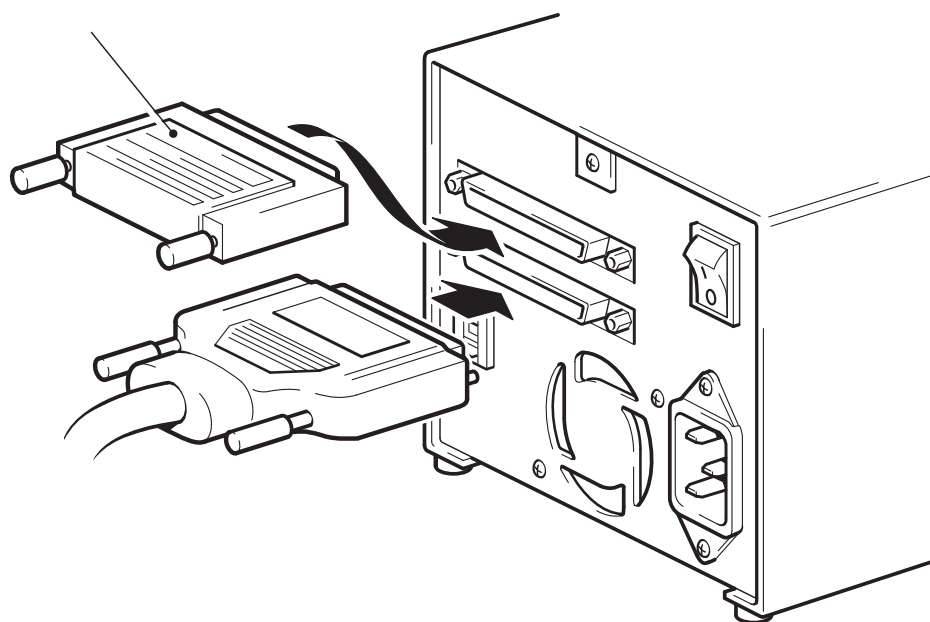

Figura 5: conexión del cable SCSI
- 4 Conecte la conexión de HD del cable SCSI a uno de los conectores SCSI del panel posterior de la unidad de cinta y fíjela apretando los tornillos. (Véase la figura 5.)